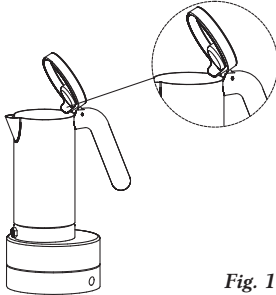

Fig. 13
- La particular aleta presente en el interior de la tapa impide que la condensación se deposite en el cuerpo de la cafetera. (fig. 13)